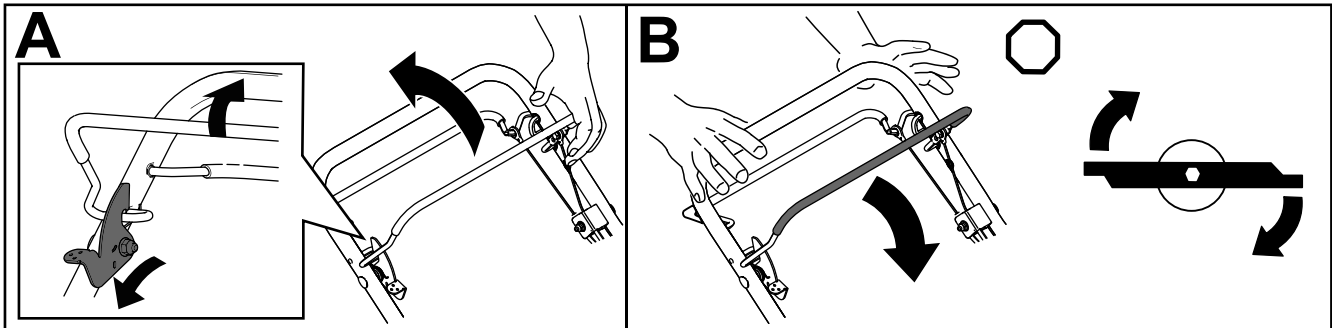

Рисунок 18
освободить штангу управления ножом (вид А на Рисунок 18).
- Прижмите штангу управления ножом к рукоятке и отпустите рычаг фиксатора управления ножом; нож будет включен (вид А на Рисунок 18).